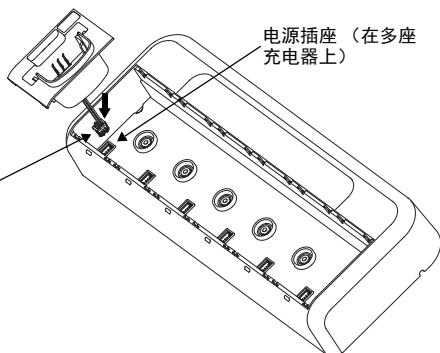

图 4
3. 在接头上向上拉，卸下线束（请参阅图 4）。
1. 将接头插入多座充电器上的电源插座以连接线束（请参阅图 4）。